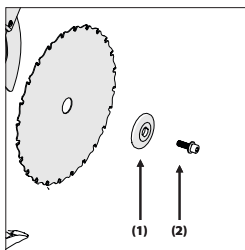

Fig. 30
Nota: Os dentes da lâmina devem apontar sempre para baixo na frente da serra. Coloque a flange externa (1) (com o lado plano na ferramenta) a arruela e o parafuso do eixo (2) (**Fig. 30**).